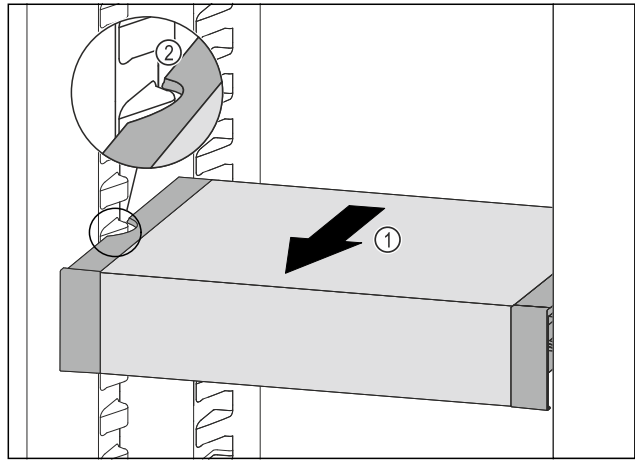

Fig. 96
- ▶ Изтеглете VarioSafe напред Fig. 96 (1), докато страничните прорези на VarioSafe се намират на височината на реброто на съда в хладилната част. Fig. 96 (2)